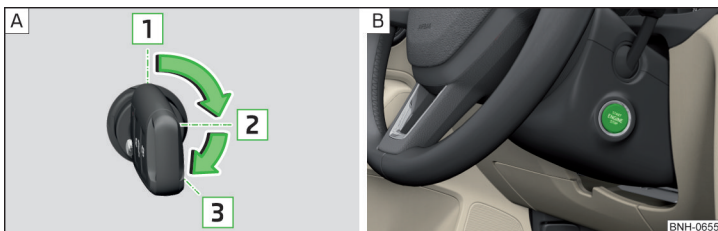

Fig. 98 Pozițiile cheii autovehiculului în butucul de contact/butonul de pornire
Pozițiile cheii autovehiculului în butucul de contact » fig. 98 - **A**
➤ Apăsăți butonul » fig. 98 - **B**, contactul se cuplează/decuplează.
➤ La autovehiculele cu **butuc de contact**, rotiți cheia în poziția **3** » fig. 98 la pagina 85 - **A**, are loc procedura de pornire. Apoi eliberați cheia, motorul pornește automat.
➤ La autovehiculele cu **buton de pornire**, apăsați scurt butonul » fig. 98 la pagina 85 - **B**, motorul pornește automat.
- La autovehiculele cu **butuc de contact**, rotiți cheia în poziția **1** » fig. 98 la pagina 85 - **A**.
- La autovehiculele cu **buton de pornire**, apăsați butonul » fig. 98 la pagina 85 - **B**, motorul este oprit simultan cu decuplarea contactului.
► Mențineți apăsat butonul » fig. 98 la pagina 85 -  sau apăsați-l de două ori în interval de 1 secundă.